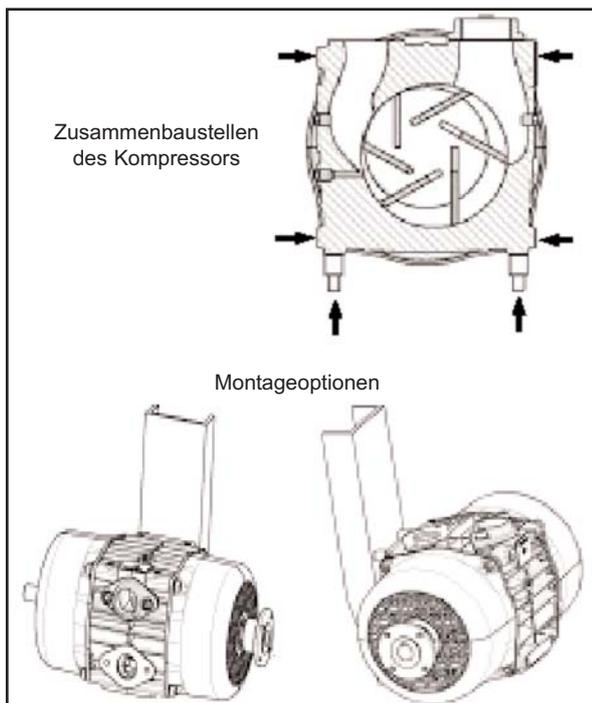

Abb. 1 - Montage
- Die Zusammenbaustellen des Kompressors E-106 befinden sich an beiden Seiten des Gehäuses und am Sockel. Die Montage erfolgt mit Hilfe der mitgelieferten Gewindebolzen und Distanzhalter (siehe Abb. 1). Neben dem normalen Montagebock kann Blackmer auch Halterungen liefern, die sich an die existierenden Anlagen mit anderen Kompressorarten anpassen lassen.